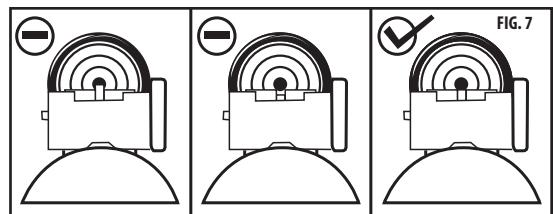

FIG. 7
- La elevación se ajusta mediante el selector de elevación de la mira trasera situado en la base de ésta. Gire el selector en sentido contrario al de las manecillas del reloj para que el perdigón golpee más arriba en el blanco y girelo en el sentido de las manecillas del reloj para que el perdigón golpee más abajo en el blanco. (Fig. 7)
- La compensación de viento se ajusta girando el selector de compensación del viento situado del lado derecho de la mira. Gire el selector en sentido contrario al de las manecillas del reloj para que el perdigón golpee a la izquierda en el blanco y girelo en el sentido de las manecillas del reloj para que el perdigón golpee a la derecha en el blanco. (Fig. 7)